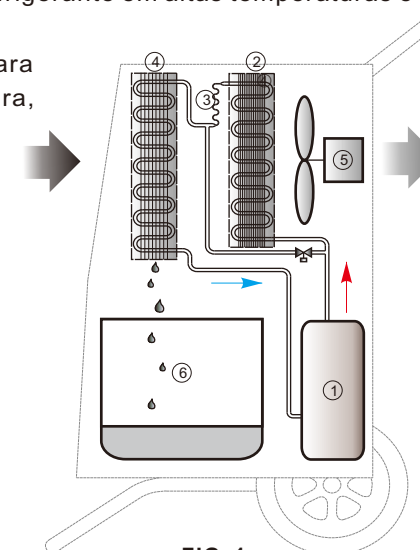

FIG . 1
(Ver FIG.1) Os desumidificadores MDR são projetados com base no sistema de refrigeração circulatória. No interior deste sistema hermético, o compressor (①) bombeia e comprime gás refrigerante em altas temperaturas e o envia para o condensador (②).